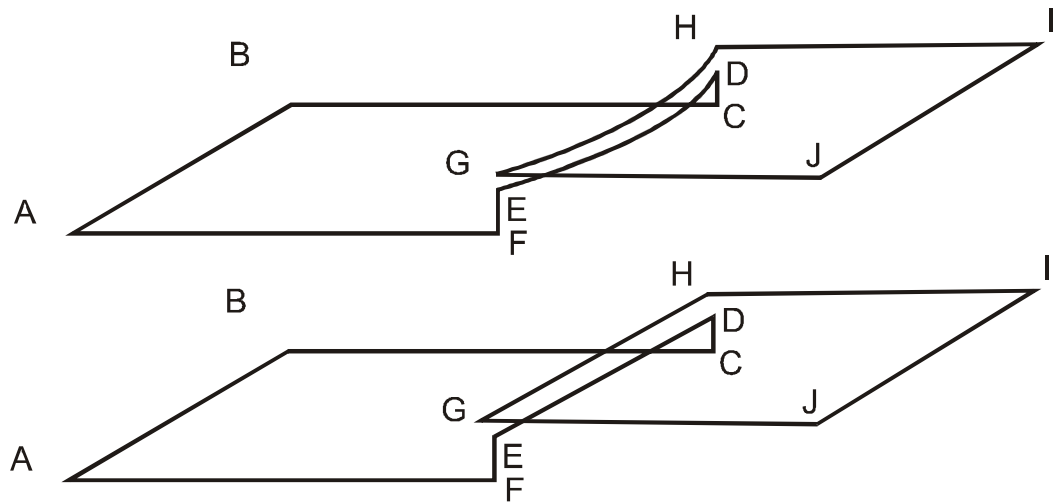

Рисунок 1 (Схематическое расположение полотен и багета потолка с перегибом в два полотна)
- Перегиб в два полотна. Когда полотно изгибается по прямой линии с любой высотой перегиба, или по кривой с коэффициентом изгиба 0.2-0.3 и высотой перегиба до 15 см (см рис. 1);
установке багета первого уровня. По линиям **ГНІ** (Рис.1) укладывается стеновой багет (**Profilo S 150**), который проходит по стенам и фанере перегибного каркаса. Высота опускания этого уровня определяется наличием или отсутствием встроенных точечных светильников в полотне.
3. **Определение второго уровня.** Для определения начала второго уровня, от первого уровня следует опуститься на высоту перегиба, уменьшенную на 1,5 - 2 см). Стеновой багет второго уровня (**Profilo S 150**) укладывается по линии **ЕFABCD** (Рис.1) по стенам помещения. Линия **ED** укладывается потолочным багетом (**Profilo P 150**) в упор к стеновому багету первого уровня, лежащему по линии **ГН**.
3. **Монтаж каркаса** для полотна первого уровня (ближнего к бетонным потолкам). После установки уголков с фанерной накладкой, приступают к установке багета первого уровня. По линиям GHIJ (Рис.1) укладывается стеновой багет (Profilo S 150), который проходит по стенам и фанере перегибного каркаса. Высота опускания этого уровня определяется наличием или отсутствием встроенных точечных светильников в полотне.